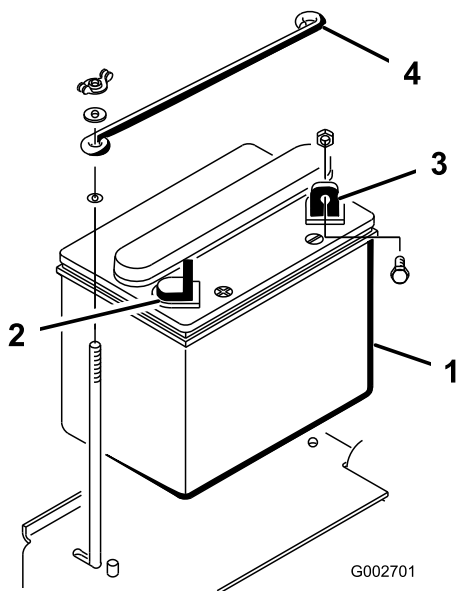

Figura 6
1. Montate la batteria, con il morsetto negativo verso la parte posteriore della macchina (Figura 6).